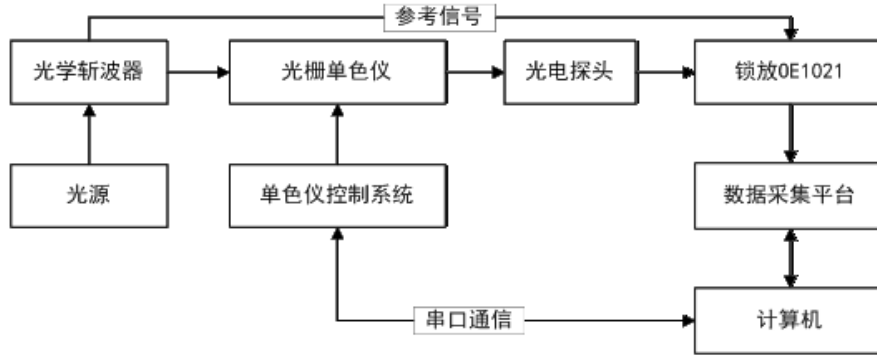

图99. 光谱测量平台示意图
3. 搭建起光谱测量平台，并用一条带 BNC 接头的信号线连接光电探头的输出接口和 OE2031 前面板 SIGNAL IN 的 A 接口；用另一条带 BNC 接头的信号线连接光学斩波器的同步频率信号输出接口 Sync out f1 和 OE2031 前面板的 REF IN 接口；用一条带 BNC 接头的信号线连接 OE2031 前面板的 CH1 接口和数据采集平台，示意图如图 99 所示：